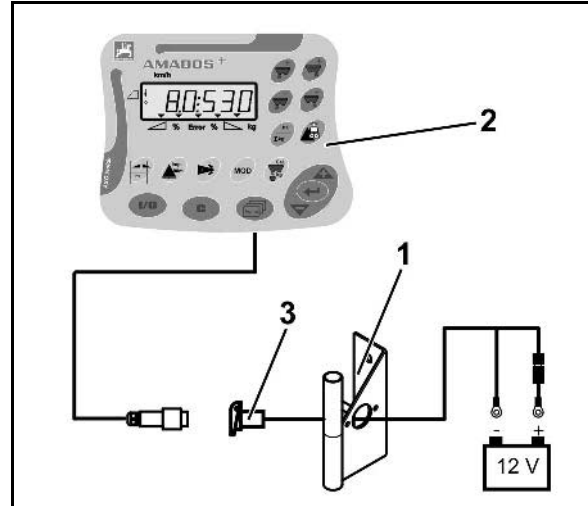

Fig. 16
La consola (Fig. 16/1) debe montarse sin oscilaciones y con conexión eléctrica a la cabina en el área de visión y de alcance en la parte derecha del conductor. La distancia al equipo y a la antena de la radio debe ser de por lo menos 1 m.
1. El soporte junto con el ordenador (Fig. 16/2) se introduce en el tubo de la consola.
2. Fijar la hembrilla (Fig. 16/3) del cable de conexión de la batería a la consola.